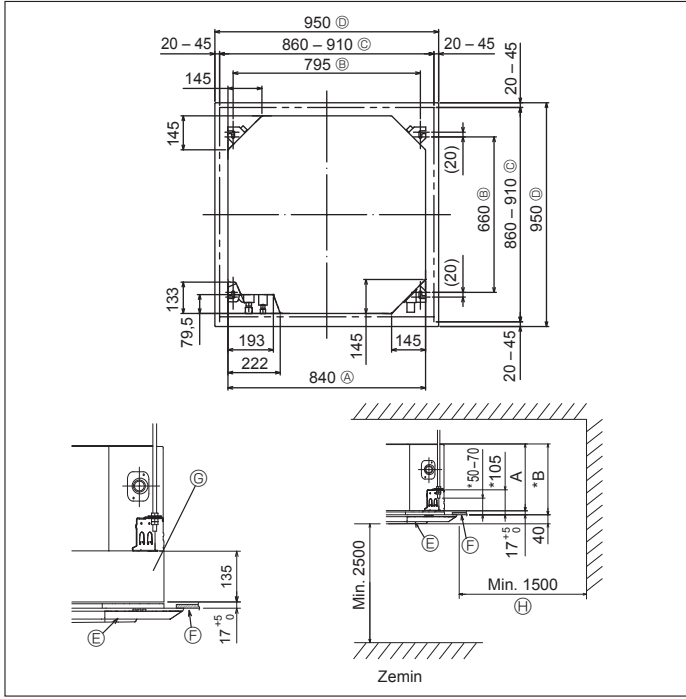

Fig. 3-2
3.2. Tavandaki açıklıklar ve askı civatalarının yerleri (Fig. 3-2)
* Tavan açıklığının boyutları Fig. 3-2'de gösterilen aralıktta ayarlanabilir; bu yüzden, ana üniteyi tavan açıklığının karşısına ortalarak, aralarındaki açıklığın her tarafındaki karşılıklı kenarların sırayla aynı olmasını sağlayın.